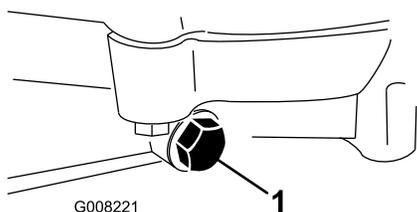

Рисунок 48
4. Поместите поддон под сливную пробку (Рисунок 48).